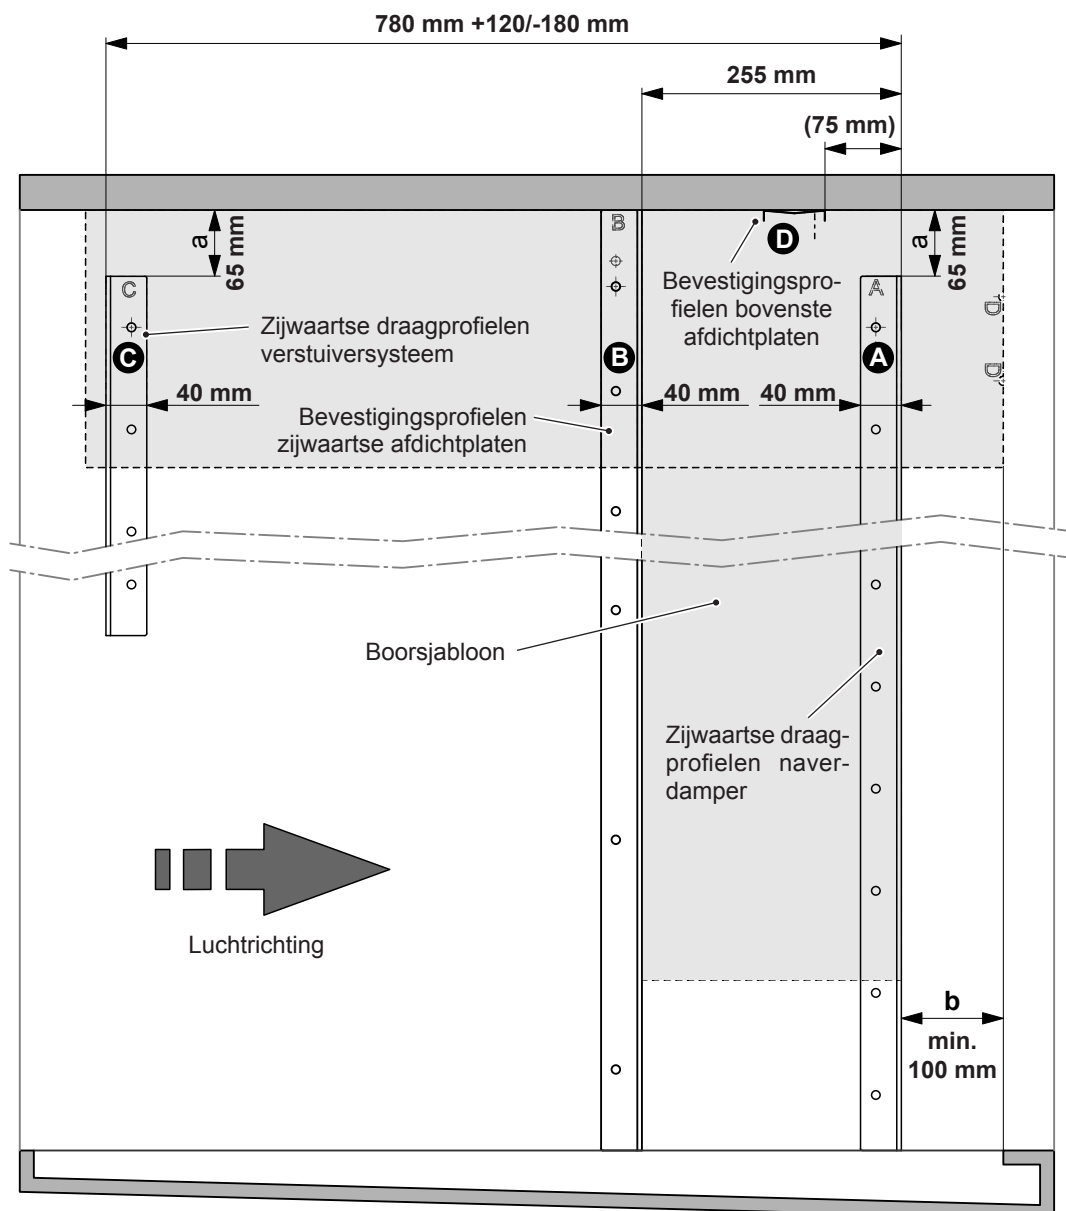
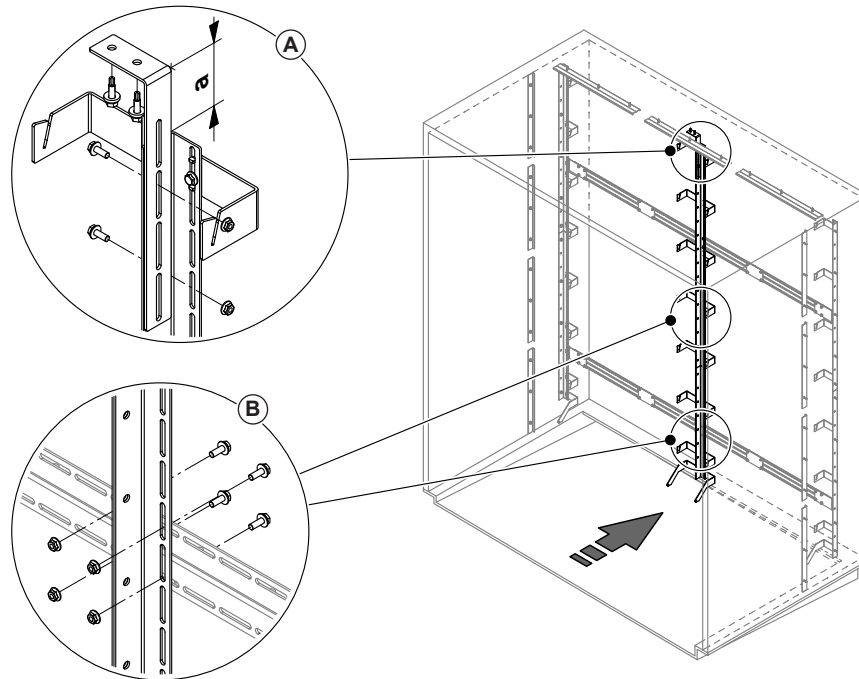

Fig. 5: Positie van de bevestigingselementen (zijaanzicht)
Fig. 12: Verticale steun(en) monteren
- Indien nodig de twee schroefverbindingen waarmee de hoekijzers aan de verticale steun(en) bevestigd zijn, losmaken en de hoekijzers zo verschuiven dat de afstand tussen het been van het hoekijzer en de bovenkant van de verticale steun dezelfde afstand "a" heeft als de bovenkant van de twee draagprofielen tot het kanaalplafond (zie Fig. 5 en detail A in Fig. 12). Daarna de twee schroefverbindingen opnieuw vastdraaien.
- Horizontale positie(s) van de verticale steun(en) markeren op de dwarsdragers (bij 1 steun in het midden, bij meerdere verticale steunen gelijkmatig over de breedte verdeeld). Vervolgens de verticale steun(en) met het hoekijzer boven aan de voorkant (in de richting van de stroming) aan de dwarsdragers schuiven, tot het uiterste toe naar boven schuiven en elk met vier schroeven M6 x 16 mm en moeren bevestigen aan de dwarsdragers zie detail B in Fig. 12. Schroeven niet te vast aandraaien.
- Het hoekijzer van de verticale steun(en) met twee boorschroeven 6.3 x 25 mm aan het kanaalplafond bevestigen (zie detail A in Fig. 12).